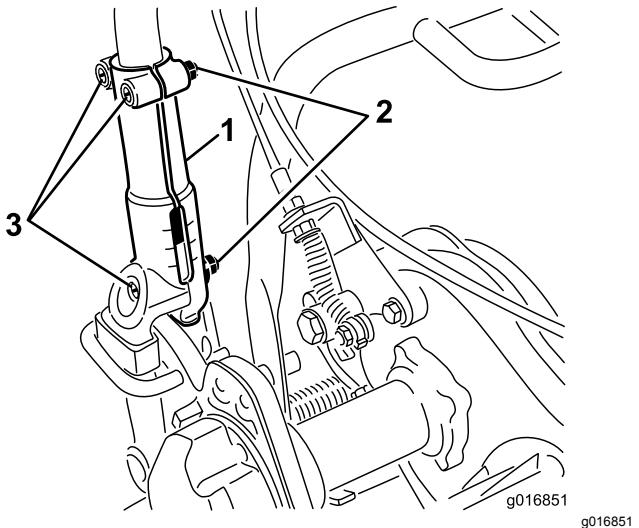

Figure 26
- Desserrez les 3 boulons de carrosserie et écrous qui fixent chaque côté du guidon dans les manchons de serrage (Figure 26).